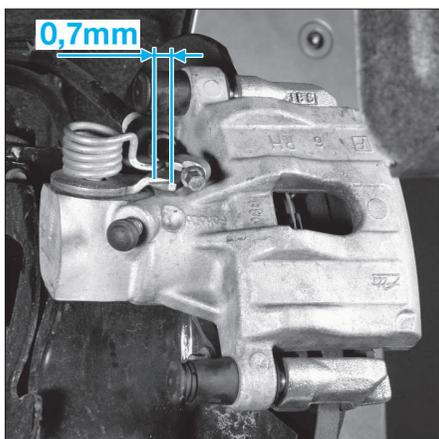

FIG. 23
- Insérer une jauge d'épaisseur de 0,7 mm entre le levier de frein de stationnement et la butée d'étrier de frein des deux côtés (Fig.23).